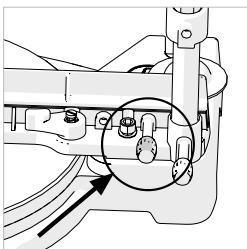

Abb. 5
- Den Feststellknäuf lösen. **(Abb. 5)**